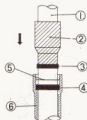
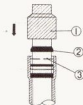
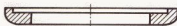

Bild 185
Bild 186
Bild 188
Zwischenbemerkung: Bei dem in Bild 187 gezeigten Gabelholm entstanden dadurch Schwierigkeiten beim Auspressen der Wellendichtung, dass diese sich verkannte hatte. Da spritzte dann eine Menge Öl vorbei, aber der Dichting rührte sich nicht vom Platz. Abhilfe schaffte der Gleithammer nach Bild 56.13: Wie in Bild 185 angesetzt brachte er die Wellendichtung zunächst in die richtige Position. Eine erneute Druckerzeugung führte dann zum Erfolg.
- Sprengring (18), Verschlussstopfen (19) und Feder (9) ausbauen, im Rohr befindliches Öl entfernen. Verschlussstopfen (19) «kommt» nicht, wenn er sich verkannt. Dann auf die erhöht stehende Seite drücken oder schlagen, um die Verkanntung aufzuheben.
- Unter Wellendichtung (5) liegt Distanzring (6), der sich leicht ausbauen lässt, weil er mit grosser Spielpassung eingelegt ist. (Gabel nach unten halten, dann fällt er heraus). Die Einbaulage dieses Rings ist zu beachten: Rundung unten (siehe dazu Bild 188).
- Mit gleichem Werkzeug Distanzring (6) und Wellendichtung (5) einbauen. Einbaulage des Distanzrings ist in Bild 188 gezeigt. Wellendichtung so einbauen, dass Beschriftung nach oben weist. Spezialwerkzeug nach Bild 56.13 sorgt dafür, dass Wellendichtring nicht verkantet. Schief sitzende Wellendichtung dichtet nicht ab, auch nicht, wenn sie ganz neu ist! Den Montagevorgang zeigt Bild 185.
- Sprengring (4) in die vorgesehene Nut einsetzen.
- Staubdichtung (3) montieren (mit umgekehrt angesetztem Gleithammer eintreiben, siehe Bild 186).
- Feder (9), Federteller (21), kurze Feder (8) und Verschlussstopfen (19) mit O-Ring montieren und mit Sprengring (18) sichern.
- Faltenbalg (46) aufziehen.